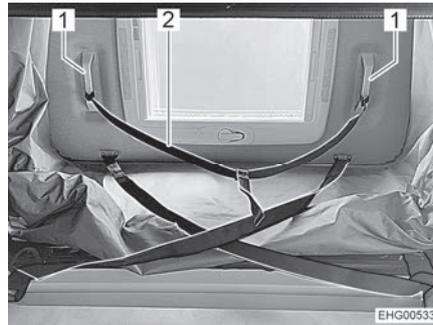

Fig. 55 Sangle auxiliaire
- Tirer lentement le toit relevable par la sangle auxiliaire (Fig. 55,2) de deux tiers vers le bas jusqu'à ce qu'il s'arrête de lui-même. Tenir compte de ce qui suit :
- Tirer le toit relevable entièrement vers le bas par les deux poignées en étrier (Fig. 55,1) jusqu'à ce que les deux verrouillages latéraux s'enclenchent de manière audible.